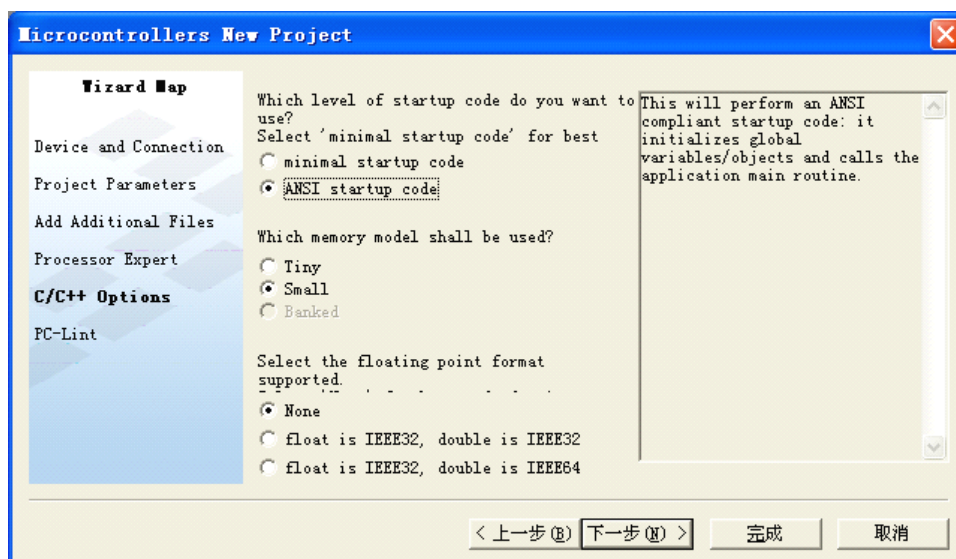

图 1-7 C/C++ 设置界面
6、点击下一步进入开发语言设置界面，出现 C/C++ 设置界面，如图 1-7 所示，可以选择启动代码的类型、使用存储器的模式以及浮点数支持方式。图中分别选择了“ANSI 启动代码（ANSI startup Code）”“小型存储器的模式（Small）”和“不支持浮点数（None）”。